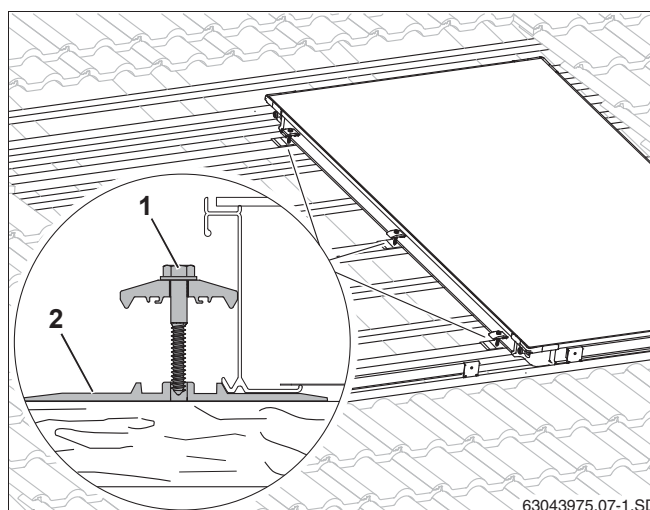

Рис. 24 Двухсторонний прижим на первом коллекторе
- ▶ Слегка приподнимите коллектор и сдвиньте под него подкладные пластины (рис. 24, **поз. 2**) с двухсторонним прижимом на 2-й и 3-ей дополнительной рейке, а также в середине коллектора на имеющейся рейке так, чтобы выступ уперся внизу в край коллектора.
- ▶ Для винта (рис. 24, **поз. 1**) нужно заранее просверлить отверстие сверлом 4 мм. Для разметки используйте насечки на подкладных пластинах.